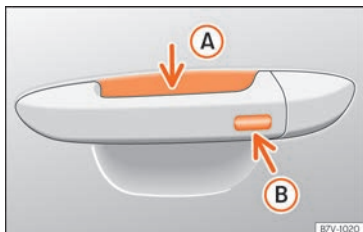

Abb. 150 Türgriff: Sensorflächen.
• Halten Sie einige Sekunden lang einen Finger über die Verriegelungssensorfläche » » **Abb. 150** **B** am Türgriff, damit das Dach geschlossen wird. Wenn Sie die Sensorfläche nicht mehr berühren, wird die Schließfunktion unterbrochen.